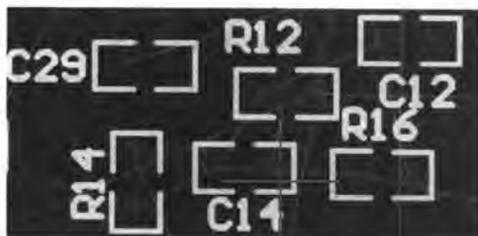

图 11-25 按住 **Ctrl** 键后单击选取
- [5] 返回 PCB 文件中；再次执行交叉探测命令，按住 **Ctrl** 键，用“十”字形光标单击选取某一元器件，如“C14”，如图 11-25 所示。